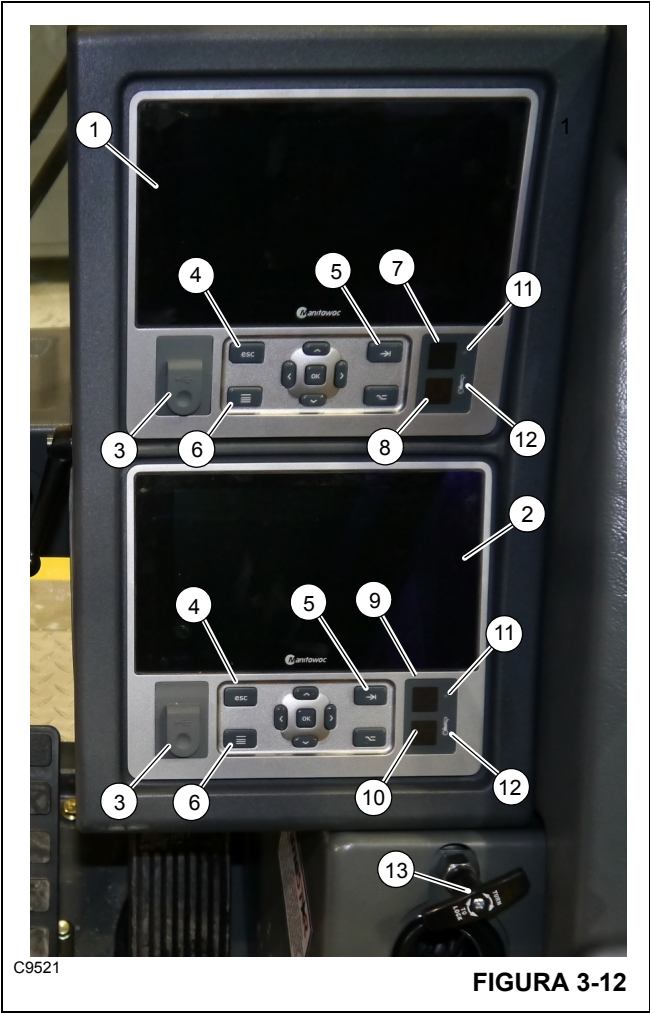

FIGURA 3-12
La manija de control de pasador de bloqueo de giro de la plataforma de giro (13) (Figura 3-12) se encuentra a un lado de la consola delantera, en el lado derecho de la cabina. Cuando se empuja hacia abajo la palanca de control y la superestructura se encuentra directamente encima de la parte delantera de la máquina, el pasador de bloqueo se inserta en un receptáculo del chasis del vehículo, lo cual bloquea a la superestructura en esta posición. Cuando se tira de la palanca de control hacia arriba, el pasador se extrae del receptáculo, y se libera la estructura.